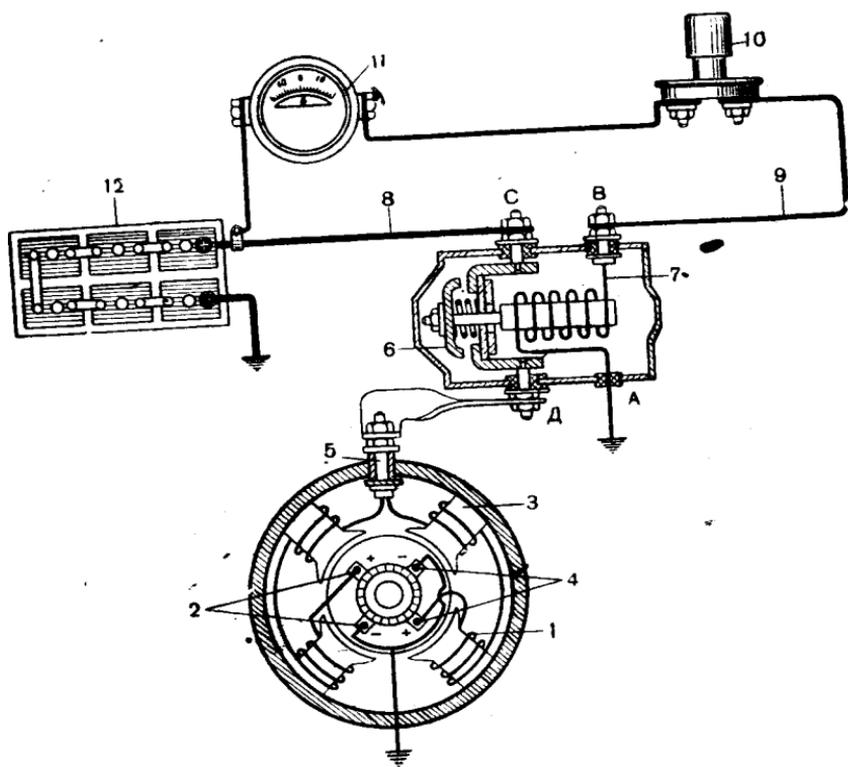

Рис. 92. Схема стартера:
1. На стартере устанавливается электромагнитный выключатель, который служит для дистанционного выключения и включения стартера (рис. 92). Он представляет собой железное ярмо, в середине которого расположена катушка с обмоткой. Внутри катушки расположен железный якорь. На железном ярме помещены два неподвижных контакта *С* и *Д*, соединённые с главными зажимами электромагнитного выключателя. Контакты изолированы от ярма. При выключенном электромагните выключателя контактный мостик *б* вместе с якорем отжат от неподвижных контактов спиральной пружиной, упирающейся с одной стороны в контактный мостик, а с другой — в изоляционную шайбу, помещённую под контактным мостиком.